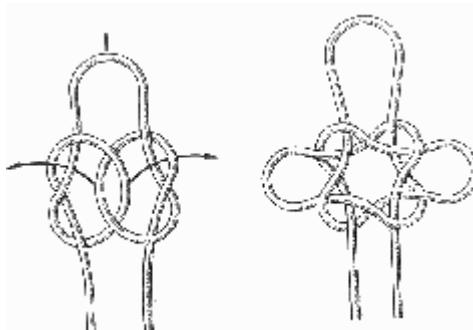

Рис. 81. «Южный Крест»
**“Южный Крест”** (рис. 81). Такое романтическое название этому узлу дали моряки далекого прошлого. Иногда его называют “морским крестом”. По своей сущности это тоже топовый узел, но другого способа вязки и принципа. Если вытянуть три петли узла, то он по форме окажется крестом (отсюда и название). Этот узел применялся раньше для тех же целей, что и топовый узел.